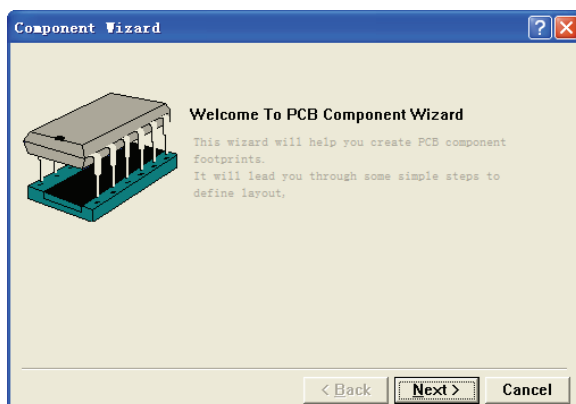

图 6-17 元件封装向导首页
(1) 执行“Tools”→“New Component”菜单命令，系统弹出元件封装向导对话框，如图 6-17 所示。